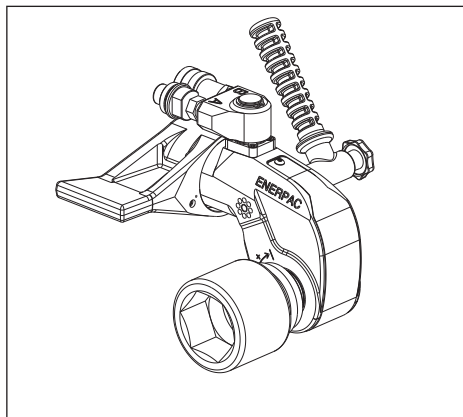

Fig. 16
4.3.4 Løsne en mutter eller bolt (Fig. 16 og 17)
- Plasser foten (17) på reaksjonsarmen (6) mot et egnet reaksjonspunkt (18). Reaksjonspunktet skal stå imot kraften som verktøyet utøver.